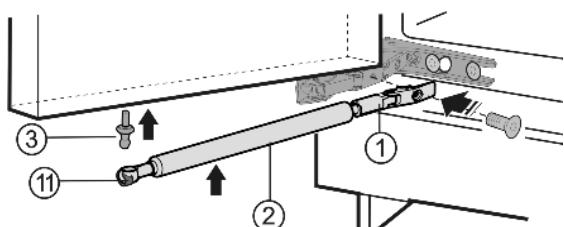

Fig. 5
- ▶ Завинтите шаровую головку Fig. 5 (3) в новое крепежное отверстие **с моментом 4 Нм** (Torx® 20).
- ▶ Снова сдвиньте натяжную пружину Fig. 5 (11) внутрь.
- ▶ Прикрутите держатель Fig. 5 (1) **с моментом 3 Нм**.
- ▶ Вставьте амортизатор закрывания дверей Fig. 5 (2) в шаровую головку.